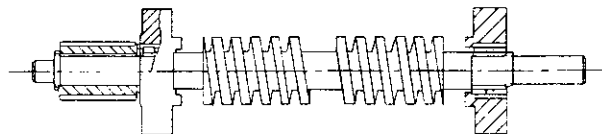

Fig. 8-3
1. Engrane los rotores juntos e instale nuevamente los soportes de los engranajes y cojinetes de tal manera que el conjunto del rotor se instale como se muestra en el dibujo siguiente (Fig. 8-3).